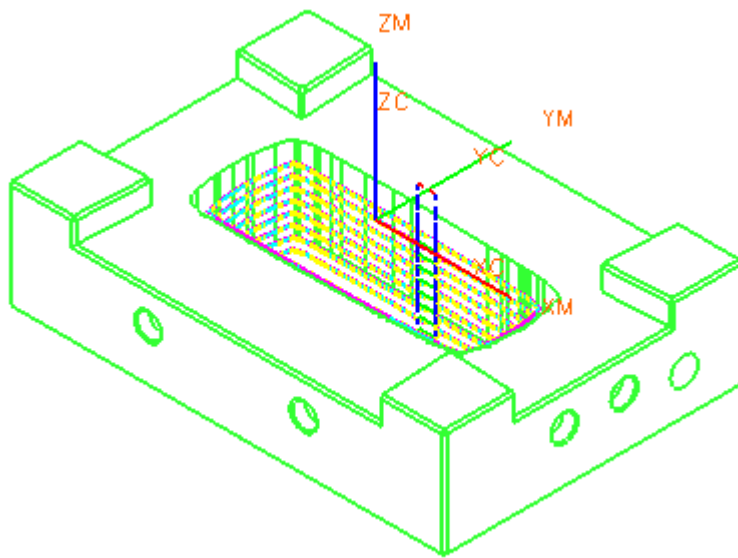

图 9-38
- 单击 ，生成如图 9-38 所示的刀轨，单击 O K。注意：每一切削层有 3 条刀轨，因为选择了可变步距。